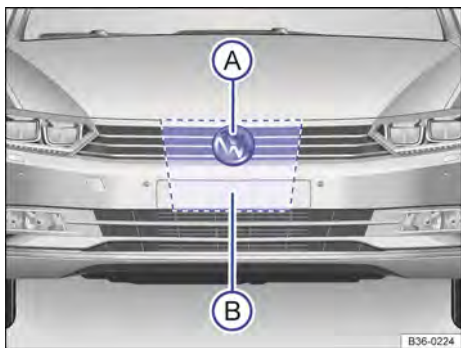

Fig. 173 Na grade do radiador, atrás do logo Volkswagen: sensor do radar (A) e área que deve ser mantida livre em volta do sensor do radar (B).
Para a captação da situação do trânsito está instalado um sensor do radar → Fig. 173 (A) na grade do radiador atrás do logotipo da Volkswagen. Assim, os veículos à frente podem ser reconhecidos a uma distância de até aproximadamente 120 m.